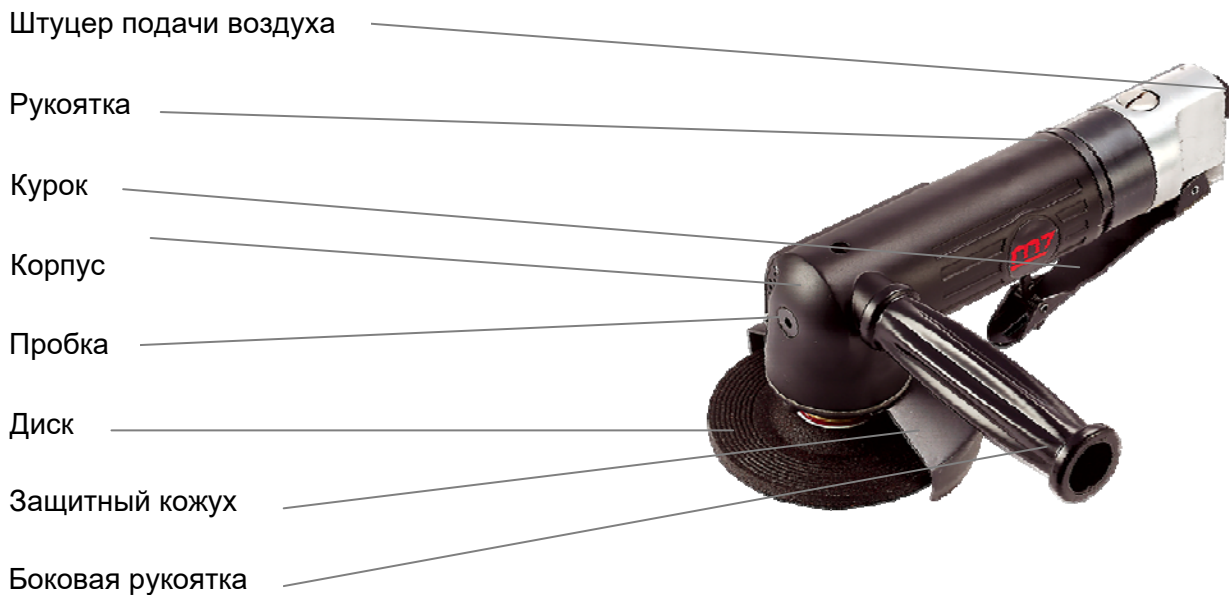

Рис. 1
- Управление пневматическим УШМ осуществляется с использованием курка (Рис. 1), который находится под указательным пальцем.